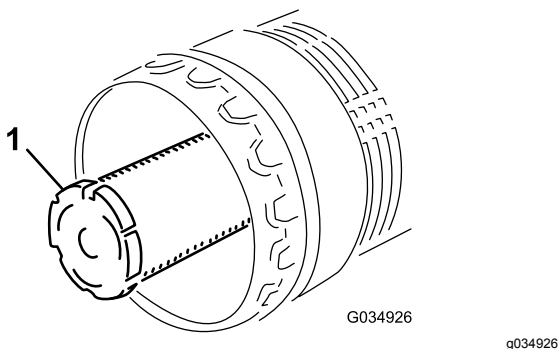

Figure 92
**Remarque:** Remplacez l'élément secondaire une fois sur trois, quand vous effectuez l'entretien du préfiltre (Figure 92).